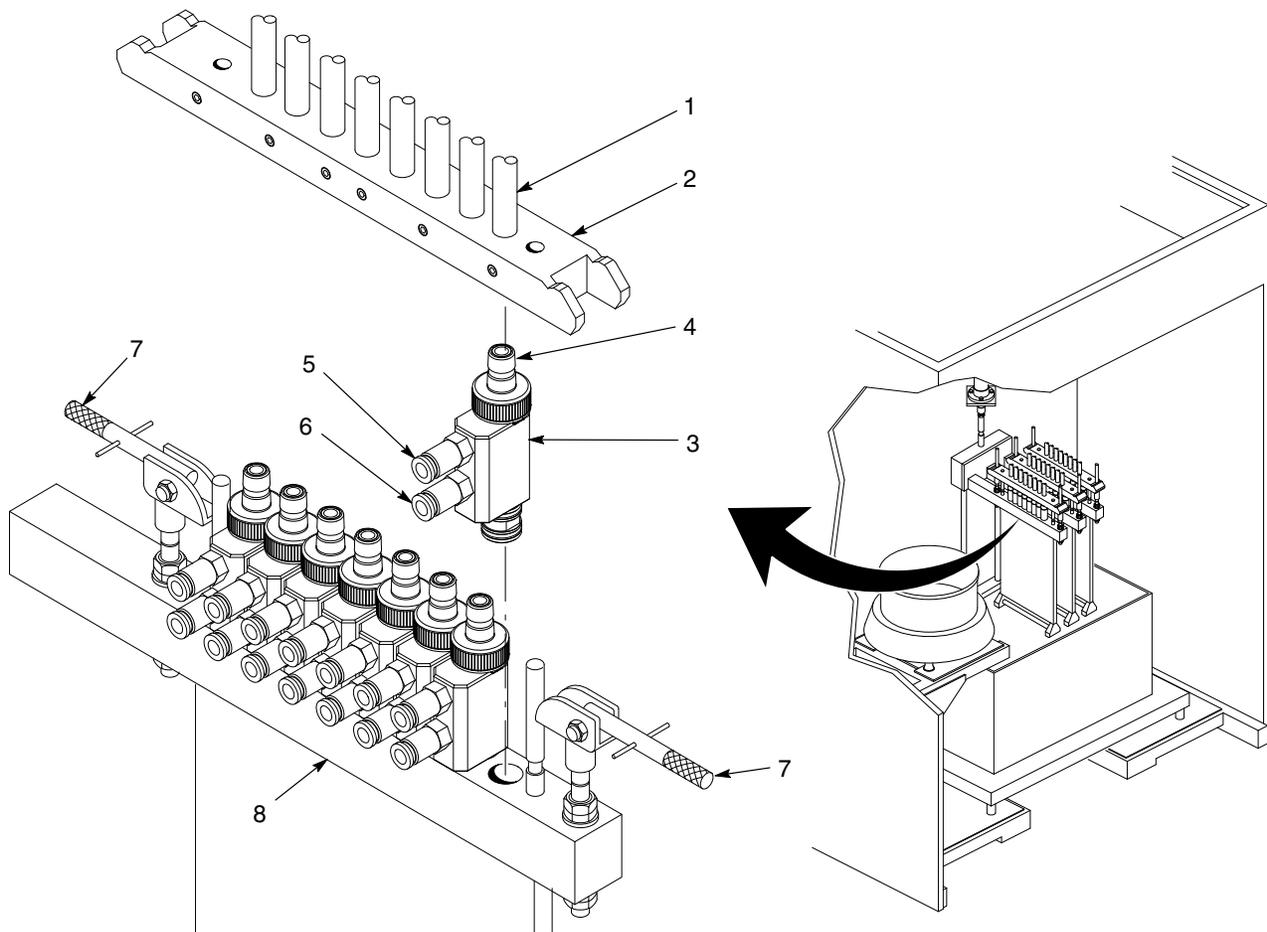

Figura 2 Extracción e instalación de las bombas lineales en conjuntos de lanza
3. Ver la figura 2. Mover las palancas de sujeción (7) a la posición inferior.
4. Sacar el distribuidor de manguera de alimentación (2) de las bombas. Tener cuidado de no dañar las gargantas Venturi de la bomba (4). Limpiar el distribuidor de manguera de alimentación y las bombas.
5. Desconectar el tubo de aire de los racores de aire de flujo (6) y de atomización (5) de la bomba.
6. Extraer la bomba (3) del bloque distribuidor (8) con un ligero movimiento de giro.
**NOTA:** Para mejores resultados, la manguera de alimentación de polvo (1) no debe ser mayor de 10,7 metros (35 pies) ni debe elevarse verticalmente más de 3,7 metros (12 pies).
1. Ver la figura 2. Insertar la bomba (3) dentro del bloque distribuidor (8) hasta que el cuerpo de la bomba haga tope con la parte inferior del bloque.
2. Conectar los tubos de aire de flujo y de atomización a los racores de aire de flujo (6) y de atomización (5).
3. Instalar el distribuidor de manguera de alimentación (2) con las gargantas Venturi de la bomba (4).
4. Mover las palancas de sujeción (7) a la posición superior.